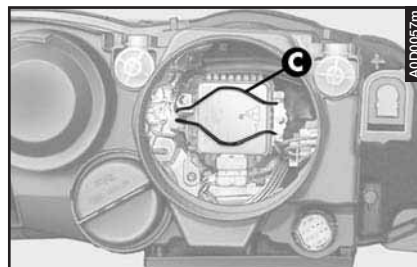

fig. 27
- Release the clip (**C- fig. 27**).